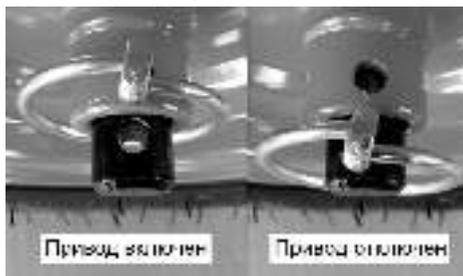

Рис. 27 Перестановка шплинта на левом колесе
15. Привод на снегоотбрасывателе осуществляется на оба колеса. Для того, чтобы было легче управлять снегоотбрасывателем при транспортировке или при поворотах, можно отключить привод левого колеса. Для этого необходимо на левом колесе переставить шплинт в отверстие на валу колеса (Рис. 27).